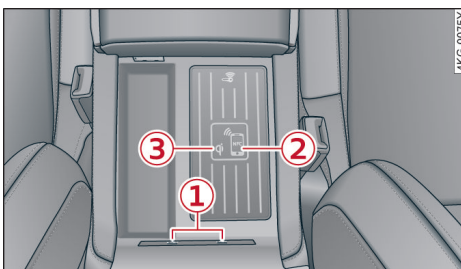

图 139 中间扶手下的储物格：奥迪电话盒及接口
- ▶ 要通过车外天线使用移动电话通话时，请将移动电话显示屏朝上居中放到奥迪电话盒中的电话符号②上⇒ 142 页，图 139。
- ▶ 要通过 Type-C 给移动电话充电时，请将移动电话接入 Type-C 端口①⇒ 142 页，图 139。
- ▶ 要给移动电话无线充电时，请将移动电话显示屏朝上居中放到奥迪电话盒的符号③上⇒ 142 页，图 139。